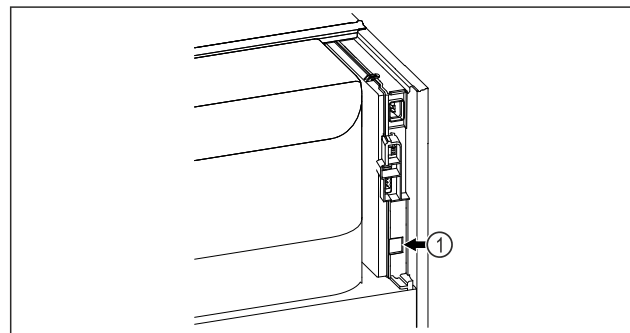

Fig. 59
- SmartModule Fig. 59 (1) встановлено.